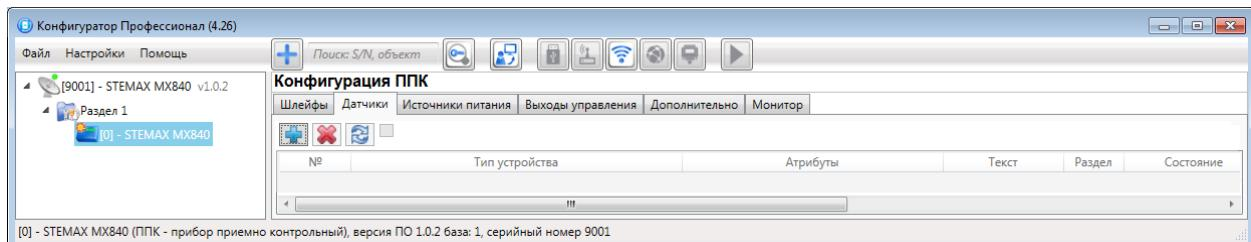

Рисунок 4.35 — Вкладка *Датчики*
4. В верхней части вкладки *Датчики* (см. рисунок 4.35) нажмите кнопку и дождитесь, пока программа *Конфигуратор Профессионал* запишет модуль расширения в конфигурацию контроллера.
1. На вкладке *Датчики* нажмите кнопку (см. рисунок 4.35).